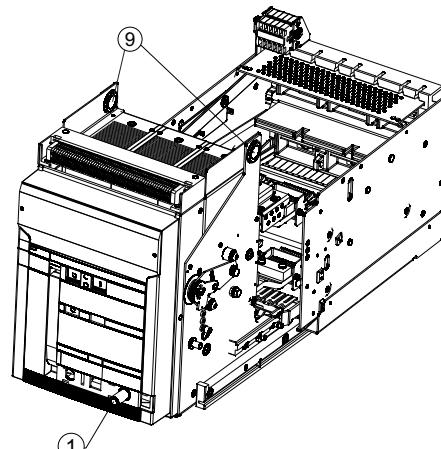

Fig. 5
Il kit di retrofitting del nuovo interruttore Emax (fig. 5) è provvisto di 2 spalle (9) predisposte per il sollevamento.
The retrofitting kit of the Emax new circuit breaker (fig. 5) has 2 shoulders (9) prepared for lifting.
Le Kit de reconfiguration du nouveau disjoncteur Emax (fig.5) est doté de 2 plaques (9) préparé pour le levage .
El Kit de retrofitting del nuevo interruptor Emax (fig. 5) cuenta con 2 placas (9) preparado para el levantamiento.